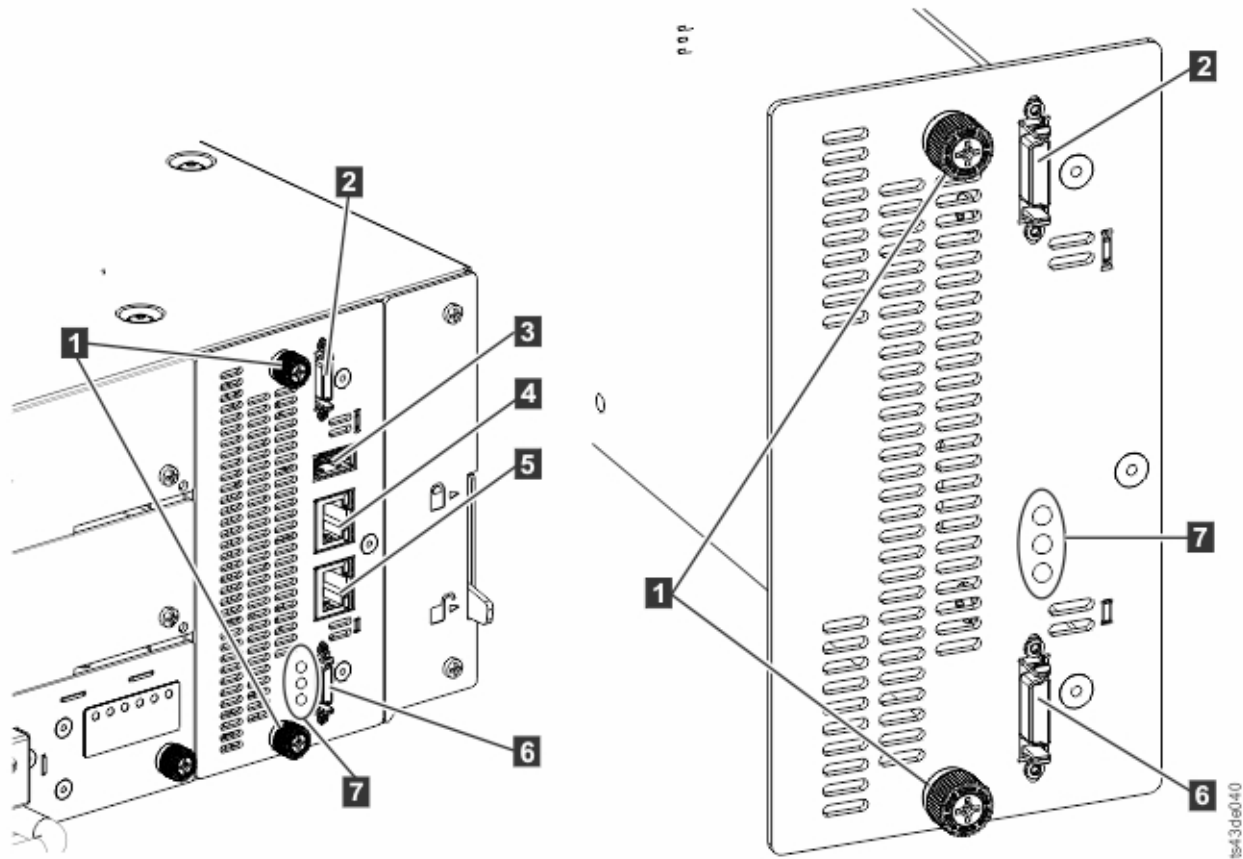

Abbildung 69. Komponenten der Controllerkarte
3. Entfernen Sie die Ethernet-Kabel ( **4** und **5** ) und das USB-Kabel ( **3** ) (falls vorhanden). (Ein Erweiterungsmodul hat keinen Ethernet- oder USB-Port. Siehe Abb. 69 auf Seite 132).
4. Setzen Sie die vorher entfernten Erweiterungsmodul-Verbindungskabel ( **2** und **6** ), die Ethernet-Kabel ( **4** und **5** ) und das USB-Kabel ( **3** ) wieder ein. (Ein Erweiterungsmodul hat keinen Ethernet- oder USB-Port. Siehe Abb. 69 auf Seite 132).